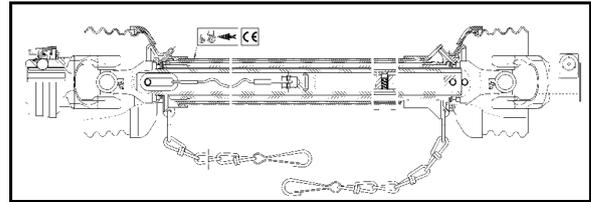

Fig. 27
- all'indietro (Fig. 27/1), in posizione di parcheggio.
- in avanti (Fig. 27/2), in posizione di trasferimento.